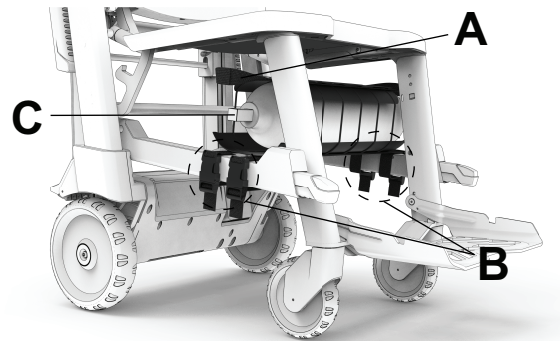

Figura 37 – Fissaggio del portabombola di ossigeno
2. Installare il portabombola di ossigeno (A) tra i due tubi delle maniglie di sollevamento inferiori sotto il sedile (Figura 37).
3. Avvolgere tutte e quattro le cinghie attorno ai tubi delle maniglie di sollevamento inferiori (B) e collegare le fibbie di sblocco laterali (Figura 37).
4. Far scorrere la bombola di ossigeno (C) nel portabombola (Figura 37).